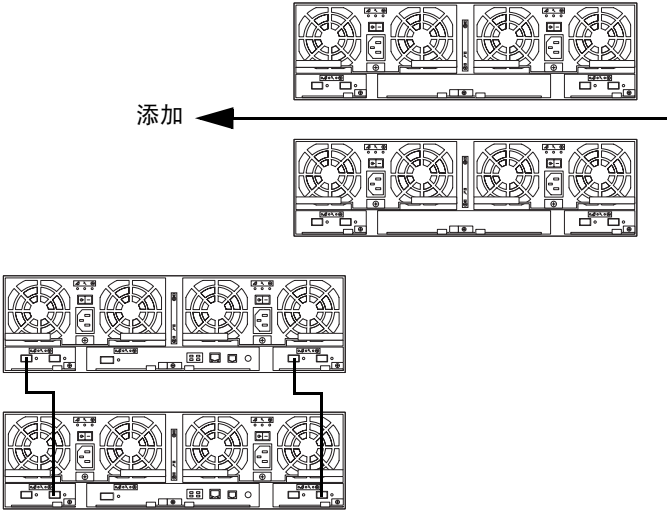

图 7-3 添加至机架配置的扩充设备
9. 将新的扩充设备添加至现有 2×2 存储阵列的顶部。（参见图 7-3。）